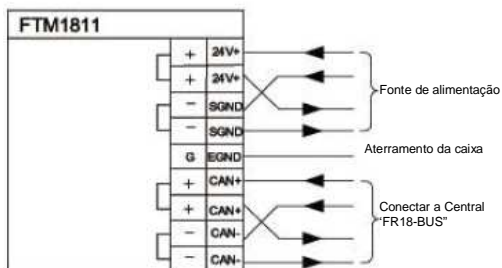

Fig. 4.8.5 Connection diagram2
- Conecte os cabos nos terminais (consulte a Fig. 4.7.4. / Fig.4.8.5).